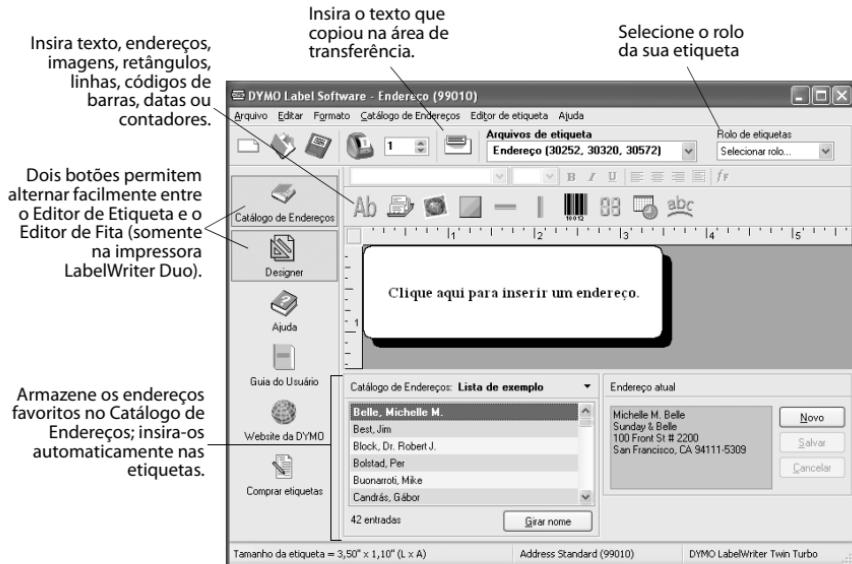

Figura 11
- 4 Selecione **Rolo esquerdo** ou **Rolo direito** na lista suspensa **Rolo de etiquetas** para selecionar o lado da impressora onde as etiquetas de endereço estão instaladas. Consulte Figura 11.
Figura 11 destaca alguns recursos principais oferecidos pelo DYMO Label Software.